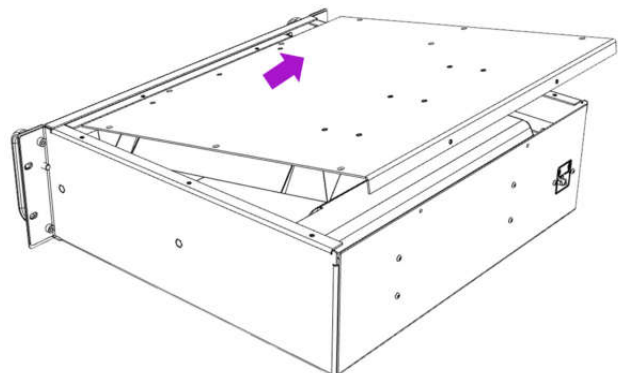

Abb. 13
6. Oberen Gehäusedeckel seitlich in Pfeilrichtung schieben (Abb. 13)